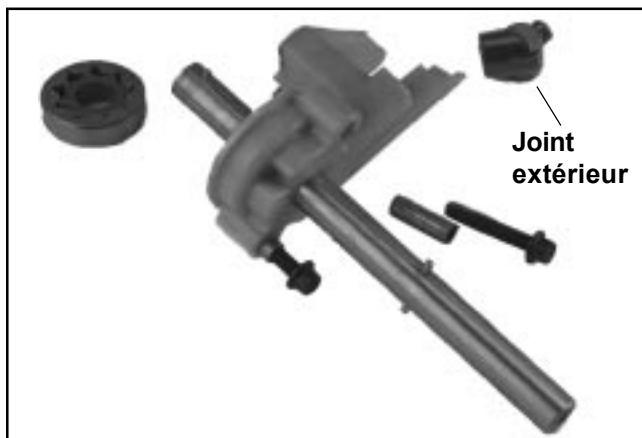

Figure 8-42. Arbre à cames du côté admission et pompe à huile.
4. Retirer les deux vis attachant la pompe à huile et l'arbre à cames du côté admission au carter. Tirer prudemment l'arbre à cames vers le haut pour retirer l'ensemble de la cavité du carter. Le petit joint en caoutchouc\* situé sur la sortie de la pompe à huile risque d'être délogé durant la dépose. Ne pas le perdre. Voir la Figure 8-42.